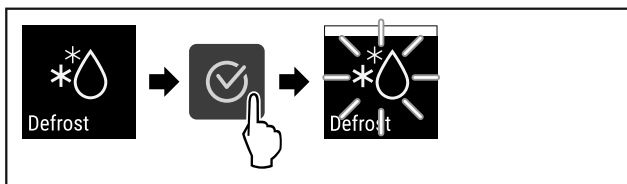

Fig. 85
- Complete steps (see Fig. 85).